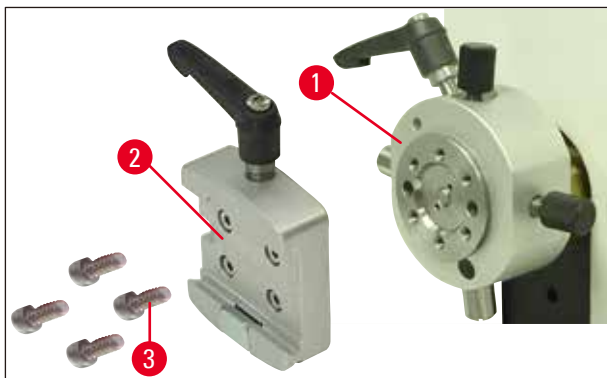

Fig. 9
2. Remova o receptáculo em cauda de andorinha (→ Fig. 9-2) da fixação do suporte da amostra (→ Fig. 9). Para isso, retire os quatro parafusos (→ Fig. 9-3) usando uma chave Hexagonal com cabo, Nº 3 (→ Fig. 10-1).